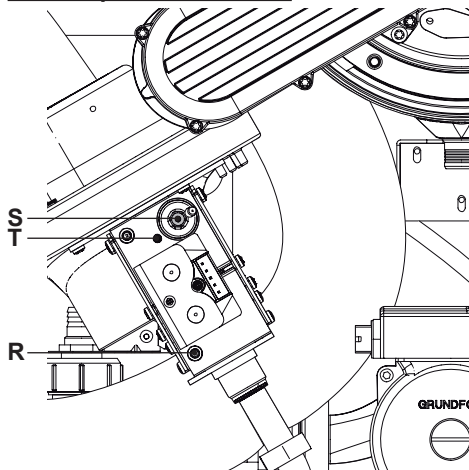

Figura 7.9
- A caldaia spenta (fuori servizio), controllare la pressione di alimentazione utilizzando la presa (R) in Figura 7.9 e confrontare il valore letto con quelli riportati nelle tabelle Pressioni di alimentazione gas nella sezione "Dati tecnici M151.90SR/..." a pag. 26.
- Richiudere bene la presa di pressione (R) in Figura 7.9.
- Se i due dati non coincidono agire sulla vite regolazione massimo (T) in Figura 7.9 della valvola gas e tarare il **CO₂** allo stesso valore riportato nelle tabelle della sezione "Dati tecnici M151.90SR/..." a pag. 26 (ruotando in senso orario il valore di **CO₂** diminuisce).